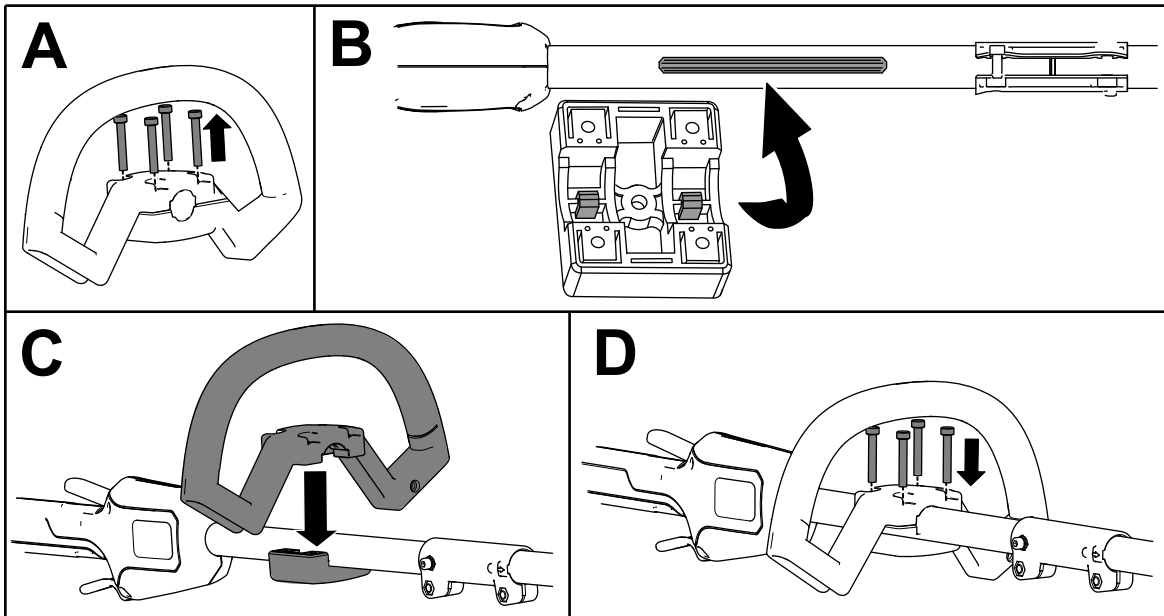

Bild 4
1. Trennen Sie den Hilfsgriff von der Griffplatte ab, indem Sie die 4 Zylinderschrauben mit dem mitgelieferten Innensechskantschlüssel entfernen (A in Bild 4).
2. Richten Sie die Führungen auf der Hilfsgriffplatte auf die Führung unten am Freischneiderstiel aus (B in Bild 4).
3. Richten Sie den Hilfsgriff mit der Hilfsgriffplatte auf dem Freischneiderstiel aus (C in Bild 4).
4. Befestigen Sie den Hilfsgriff mit den 4 Zylinderschrauben, die Sie vorher entfernt haben, an der Griffplatte (D in Bild 4).
3. Befestigen Sie die Schutzvorrichtung mit den 2 Zylinderkopfschrauben, 2 Unterlegscheiben und 2 Distanzstücken, die Sie vorher entfernt haben, an der Freischneiderbasis (C in Bild 4).